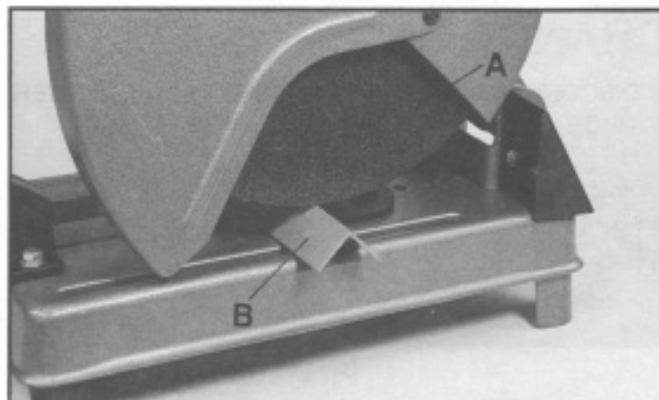

Fig. 17
Après avoir bloqué la pièce à couper dans l'étau, démarrer la machine et attendre que le moteur tourne à plein régime. Descendre le disque (A) lentement surtout au moment du contact avec la pièce à couper (B) FIG.17. Ne pas donner d'à coup au moment du contact ce qui provoquerait une ovalisation du disque et aurait pour conséquence une mauvaise qualité de coupe et possibilité de casse du disque.